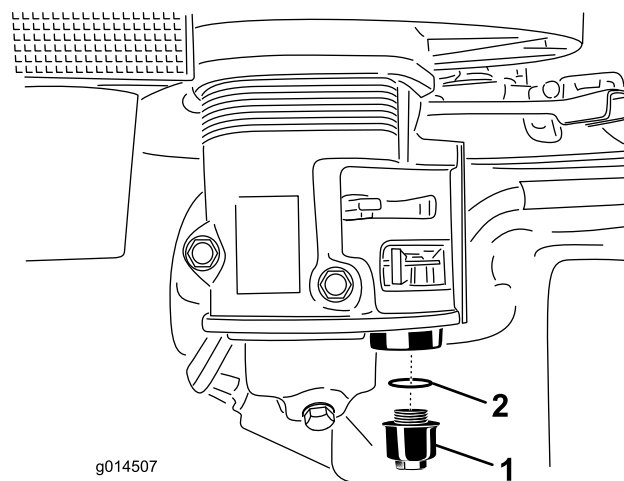

Figura 14
- Desenrosque la taza de sedimentos. Asegúrese de no perder la junta tórica (Figura 14).